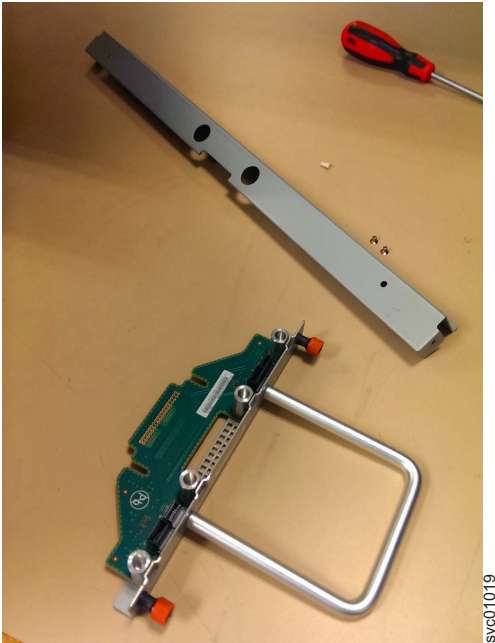

Figure 103. Pièces de FIB du châssis
1. Assembler la nouvelle FIB, le couvercle et les vis du couvercle (voir figure 103, à la page 113) dans un endroit sûr.